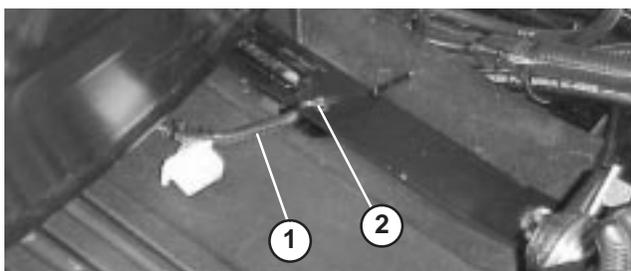

Figure 7
7. Pour le siège standard seulement, faites coulisser le siège complètement en avant, tirez le fil vers la droite pour que le connecteur libre se trouve dans la position indiquée à la Figure 7, et fixez le fil du contacteur du siège au trou le plus éloigné de la bride du siège avec un serre-câble (le serre-câble fait partie du kit siège).